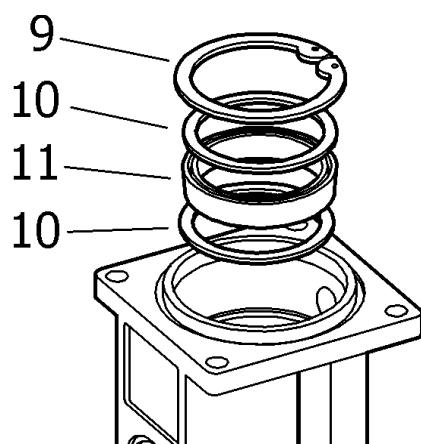

Fig. 10
5. Remove the piston (8) and disassemble the circlip (9), the washers (10) and the seal (11) (fig. 10). Check the piston for scratches and replace damaged parts.
5. Quitar el vástagos (8) y desmontar el anillo de seguridad (9), las arandelas (10) y el collarín (11) (Fig. 10). Verificar que el vástagos no esté rayado y sustituir piezas deterioradas.
5. Retirer le piston (8) et démonter l'anneau de sécurité (9), les rondelles (10) ainsi que le collier (11) (voir Fig.10). S'assurer que le piston n'est pas rayé et remplacer les pièces endommagées si nécessaire.